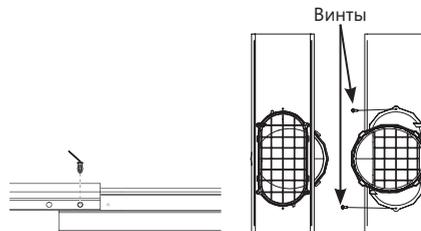

Рис. 11
1. Соедините панели Н и I согласно Рис. 11, отрегулируйте в соответствии с шириной окна.